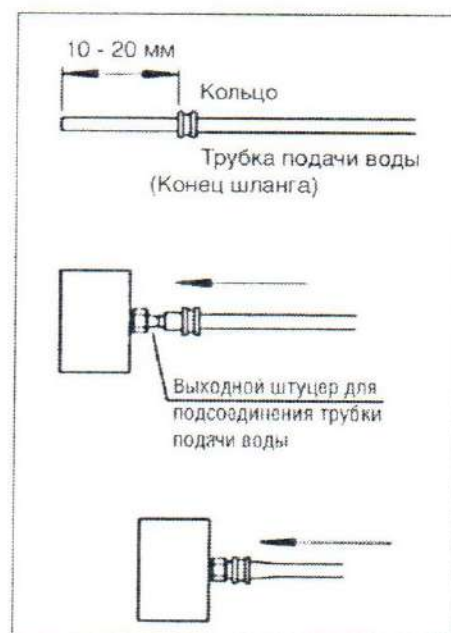

Рис. 5
2.2.3. Подключение воды (см. рис. 5)